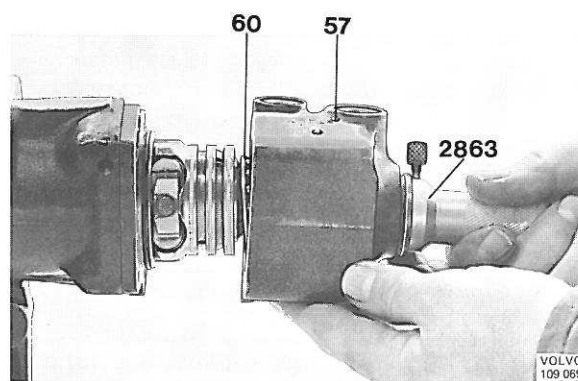

Figure 120. Montage du distributeur d'huile
13. Détendre la bague d'étanchéité (54) avec le mandrin 2863. Poser le roulement (60) en place. Monter le distributeur d'huile (57), figure 120. Couple de serrage des vis (55) 34 Nm (3,4 m.kg).
11. Poser le joint torique (21) dans la gorge correspondante, figure 133. Monter le ressort (22) et le couvercle, figure 120. Maintenir le couvercle avec un serre-joint et poser le jonc de verrouillage (20) en place.